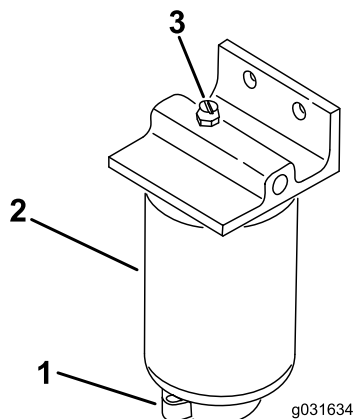

图 50
2. 松开滤清器底部的排油阀图 50。
1. 清洁滤清器的安装区域图 50。